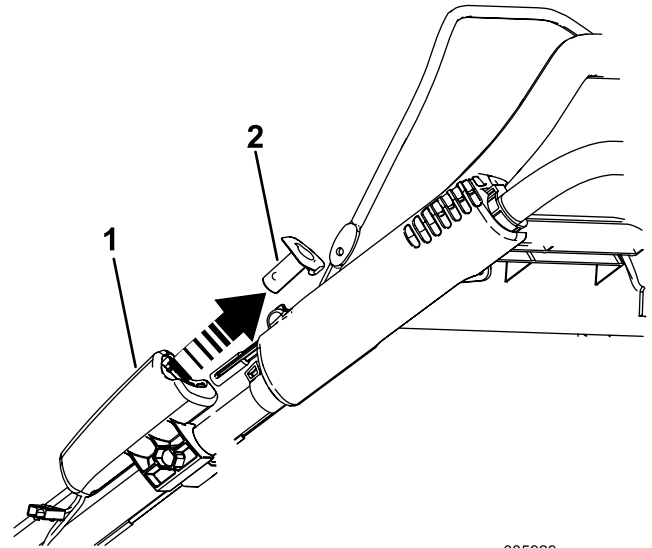

Figura 27
1. Retire el botón de arranque eléctrico (Figura 27).